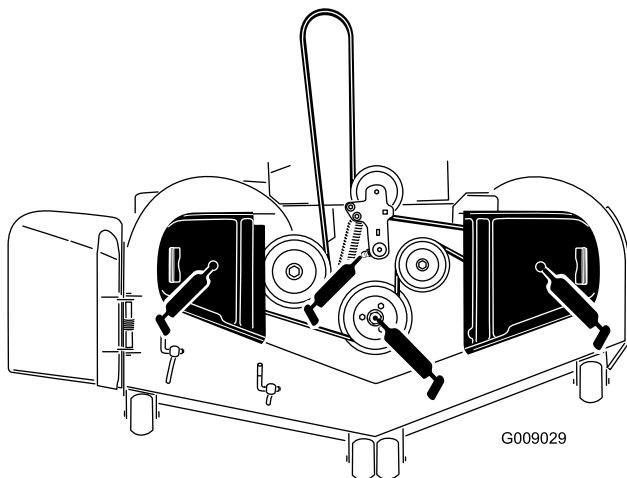

Figura 45
3. Engrase el pivote de la polea tensora de la carcasa del cortacésped hasta que salga grasa por el extremo inferior (Figura 45).
4. Engrase los tres cojinetes de los ejes hasta que rezume grasa de las juntas inferiores (Figura 45).